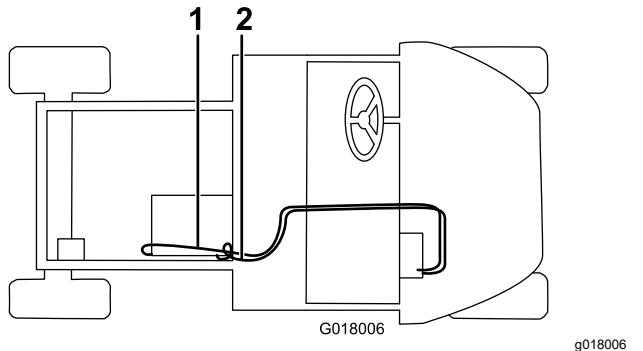

Figura 34
- Collegate il flessibile lungo alla valvola del riscaldatore con una fascetta stringitubo e posatelo attraverso il foro sulla base del sedile, il foro nel telaio del pianale e il raccordo diritto con una fascetta stringitubo (Figura 34). Tagliate eventuale flessibile in eccesso per adattarlo.
- Collegate il flessibile più corto al tubo di riempimento a T bianco con una fascetta stringitubo, posatelo attraverso il serratubi a R sul vano portaoggetti, attraverso il foro sulla base del sedile e collegatelo al raccordo a T nel flessibile del radiatore inferiore con una fascetta stringitubo (Figura 34). Tagliate eventuale flessibile in eccesso per adattarlo.